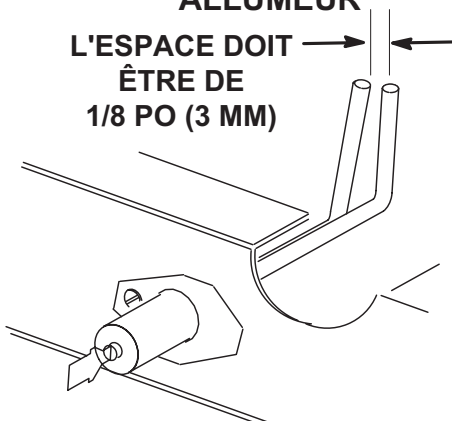

FIGURE 37
- 5 - Localiser l'allumeur sous le brûleur droit. Vérifier l'écartement des contacts à l'aide de mèches hélicoïdales ou de jauges d'épaisseur de la taille appropriée. Voir la FIGURE 37.